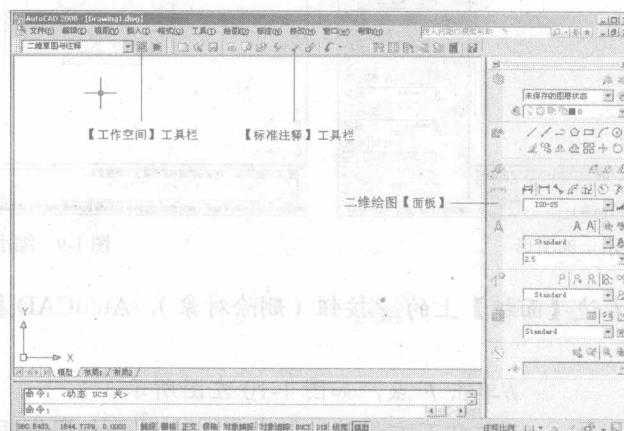

图1-11 “二维草图与注释”工作空间
- 打开【工作空间】工具栏中的下拉列表，选择【二维草图与注释】选项，进入“二维草图与注释”工作空间，如图1-11所示。该空间包含【工作空间】工具栏、【标准注释】工具栏及二维绘图【面板】。【面板】中包含了二维绘图常用的命令按钮，单击【工具】/【选项板】/【面板】就可打开或关闭该面板。